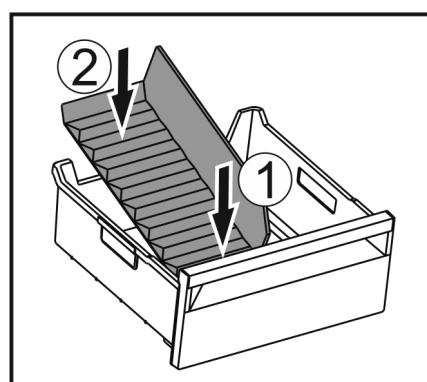

Fig. 146
- Установите переднюю часть разделителя отделения для льда. Fig. 146 (1)
- Опустите заднюю часть разделителя отделения для льда на дно выдвижного ящика. Fig. 146 (2)